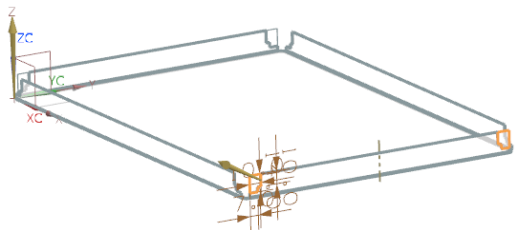

图 2-45 预览所创建的法向除料特征
(5) 视图区预览所创建的法向除料特征, 如图 2-45 所示。